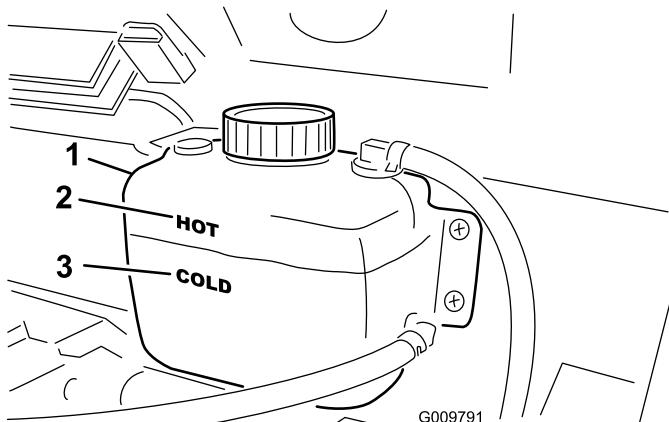

Рисунок 19
- Проверяйте уровень охлаждающей жидкости на стороне расширительного бачка (Рисунок 19). На холодном двигателе охлаждающая жидкость должна доходить до линии Cold (Холодная).